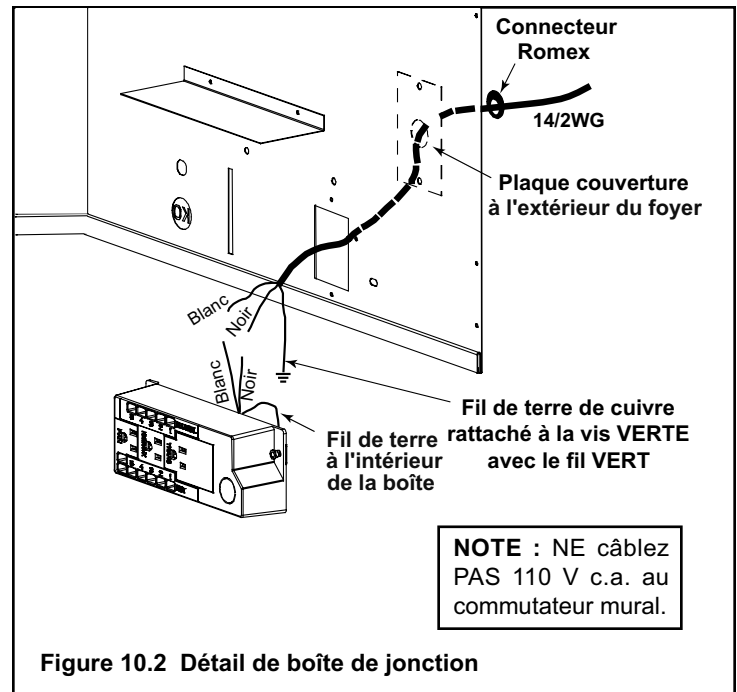

Figure 10.2 Détail de boîte de jonction
Cet appareil exige une alimentation 110 V c.a. à la boîte de jonction de l'appareil pour son fonctionnement. Un diagramme de câblage est présenté à la figure 10.2.
- Enlever la plaque de couverture située sur le côté droit de la coquille extérieure (voir Figure 10.2).
- Enlever la vis qui fixe la boîte de jonction ou le réceptacle à la coquille extérieure, faire pivoter la boîte de jonction vers l'intérieur pour la dégager de la coquille extérieure (voir Figure 10.2).